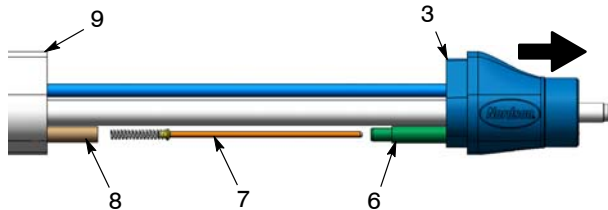

Figura 25 Extracción de la resistencia – Pistolas de montaje en tubo
Pistolas de montaje en tubo: Ver la figura 25. Extraer el adaptador (3) del tubo del cuerpo (9) lo suficientemente lejos para poder acceder a la guía del cable (8) y la guía de la resistencia (6).
1. Ver la figura 25 ó 26. Inyectar 0,6 cc de grasa dieléctrica en la guía de la resistencia (6).
4. Pistolas de montaje en tubo: Colocar la guía del cable (8) sobre el extremo de la guía de resistencia y después juntar el adaptador (3) y el tubo del cuerpo (9).